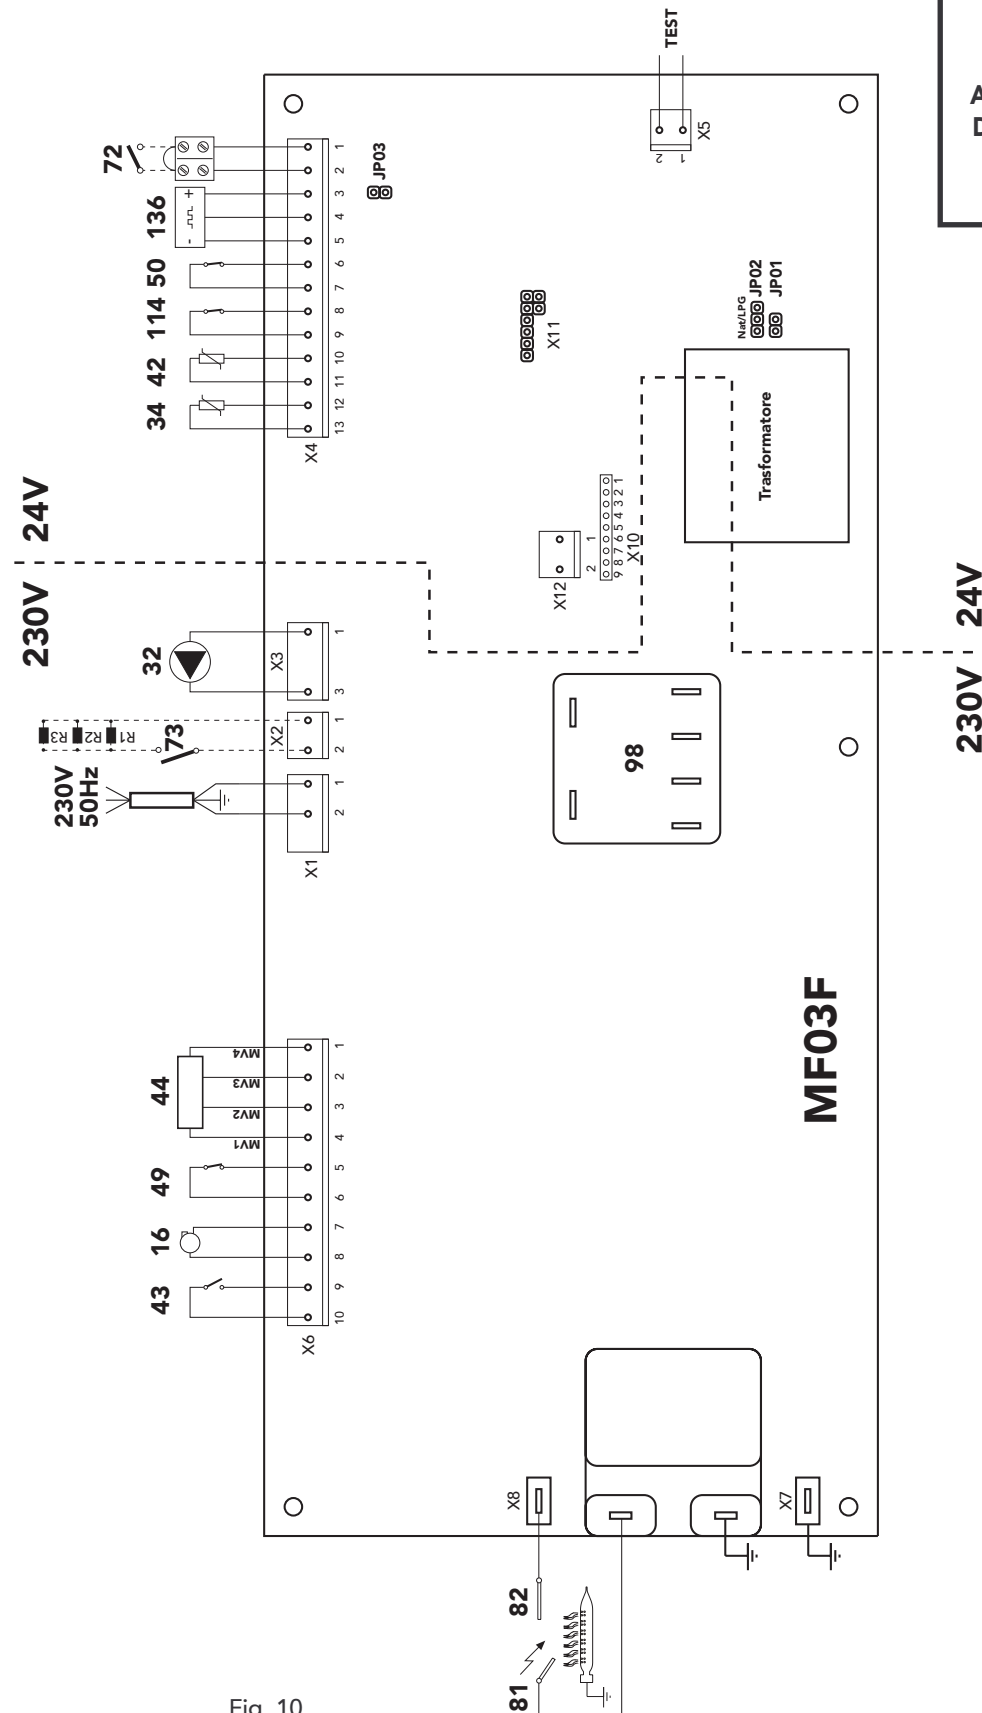

Fig. 10
### 3.12 Installation du thermostat d'ambiance éventuel (72) (Fig. 10)
Brancher le thermostat (72) comme cela est indiqué sur la figure 10.